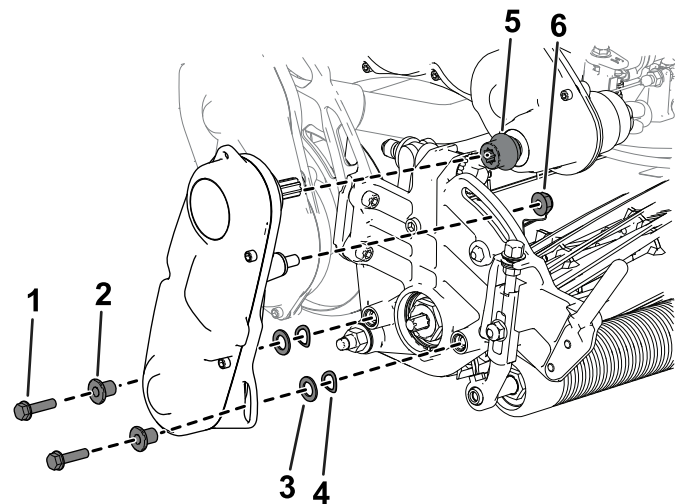

Figura 5
6. Instale el acoplamiento en el árbol de transmisión (Figura 5).
7. Utilice las fijaciones que se retiraron anteriormente para instalar el conjunto de transmisión del molinete en la unidad de corte (Figura 5).
8. Asegúrese de que el acoplamiento (Figura 5) se desplace fácilmente hacia delante y hacia atrás en el árbol de la transmisión.